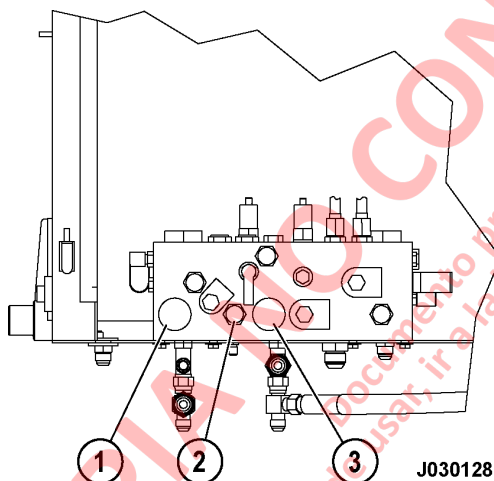

FIGURA 7-2. MÚLTIPLE DE FRENOS
2. Ponga la palanca de control de dirección en ESTACIONAMIENTO y active el interruptor de descanso (ON). Gire el interruptor de arranque a OFF para apagar el motor y espere 90 segundos para que los acumuladores del sistema de dirección se purguen. Abra las válvulas de purga (1) y (3, Figura 7-2) para purgar los acumuladores de freno.
2. Mueva la palanca de control de dirección a la posición ESTACIONAMIENTO y active el interruptor Rest (descanso). Gire el interruptor de arranque a OFF para apagar el motor y espere 90 segundos para que los acumuladores del sistema de dirección se purguen. Abra las válvulas de purga (1) y (3, Figura 7-2) para purgar los acumuladores de freno.